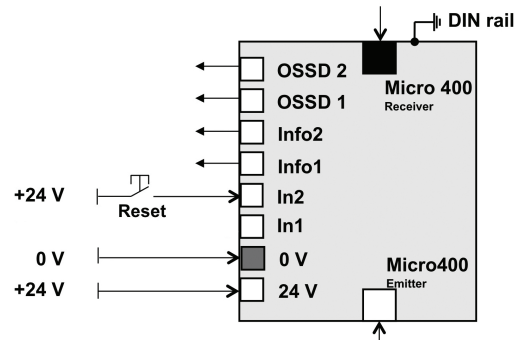

Figura 4: Módulo base MSR41, cortina de luz Micro400, arranque manual, sin monitoreo de salida
- a las dos salidas PNP de seguridad (OSSD) del módulo base (por ej. la Figura 4)